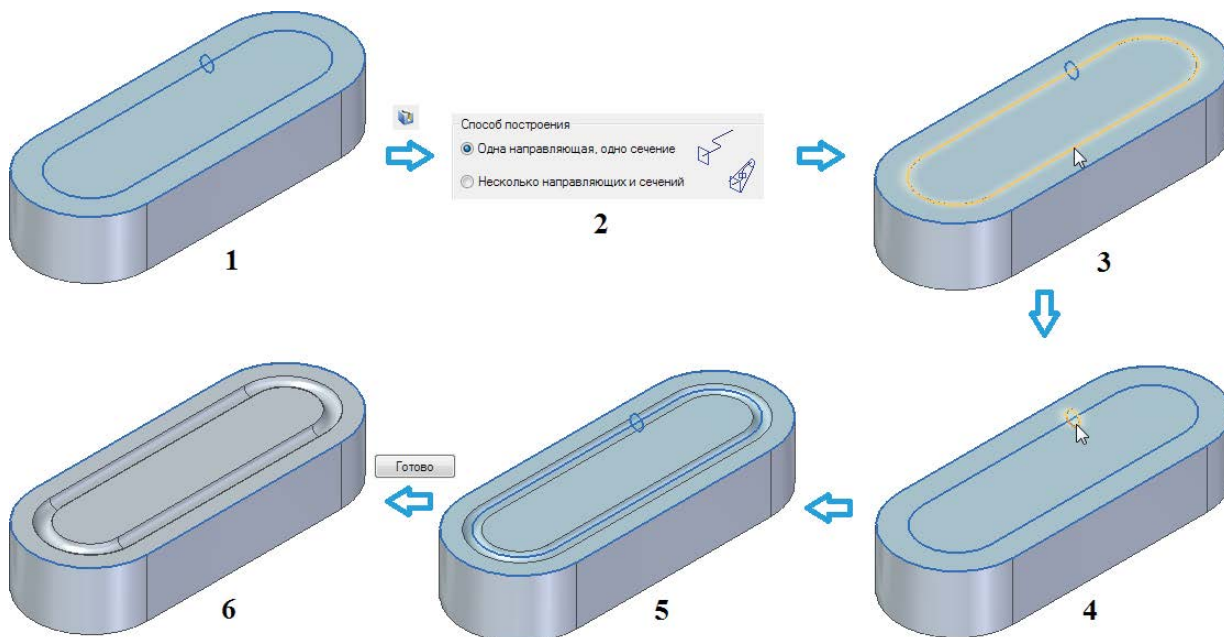

Рис. 2.3.24. Пример построения выреза по замкнутой гладкой направляющей
На рис. 2.3.24 приведен пример построения полукруглого выреза по замкнутой гладкой направляющей на исходной модели 1. Задаются параметры (2), последовательно выбираются направляющая (3) и сечение (4), после чего автоматически получается результат (5), а по нажатии кнопки **Готово** – готовая модель (6).